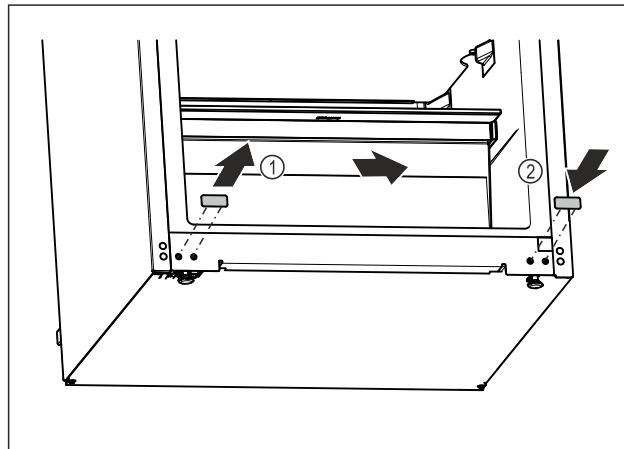

Fig. 21
- ▷ Издърпайте покриващата тапа. Fig. 21 (1)
- ▶ Поставете покриващата тапа от другата страна. Fig. 21 (2)